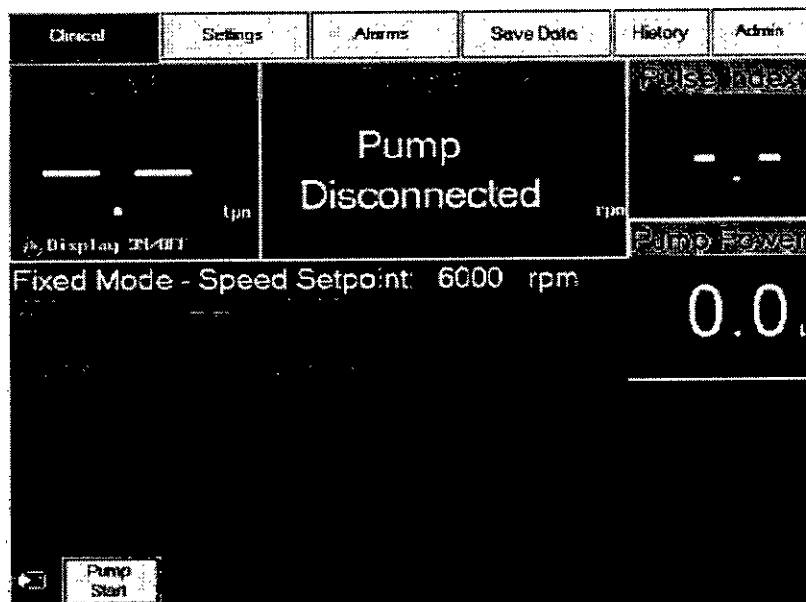

Figura 36 Pantalla Clínica – Puesta en marcha inicial de la bomba
6. Verifique que la pantalla clínica del Monitor del sistema muestre los mensajes de alarma Pump Off (Bomba desactivada), Low Flow (Flujo bajo) y Pump Disconnected (Bomba desconectada) y que indique Fixed Mode (Modo fijo) con un punto de regulación de velocidad de 6.000 rpm (Figura 36). Si el punto de regulación de velocidad no es 6.000 rpm, acceda a la pantalla de configuración pulsando la ficha Settings, luego pulse el botón Fixed Speed Adjust y siga las instrucciones en la pantalla para configurar la velocidad en 6.000 rpm.